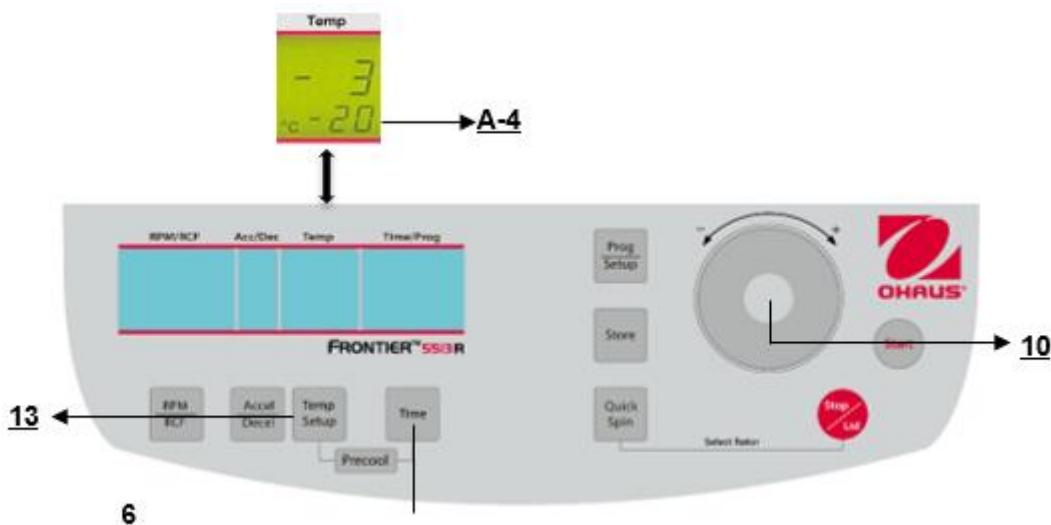

Abbildung. 17
3. Der dauerhafte Betrieb "cont", der durch die Taste "Stop/Lid"(9) unterbrochen werden kann (siehe Abbildung 17).